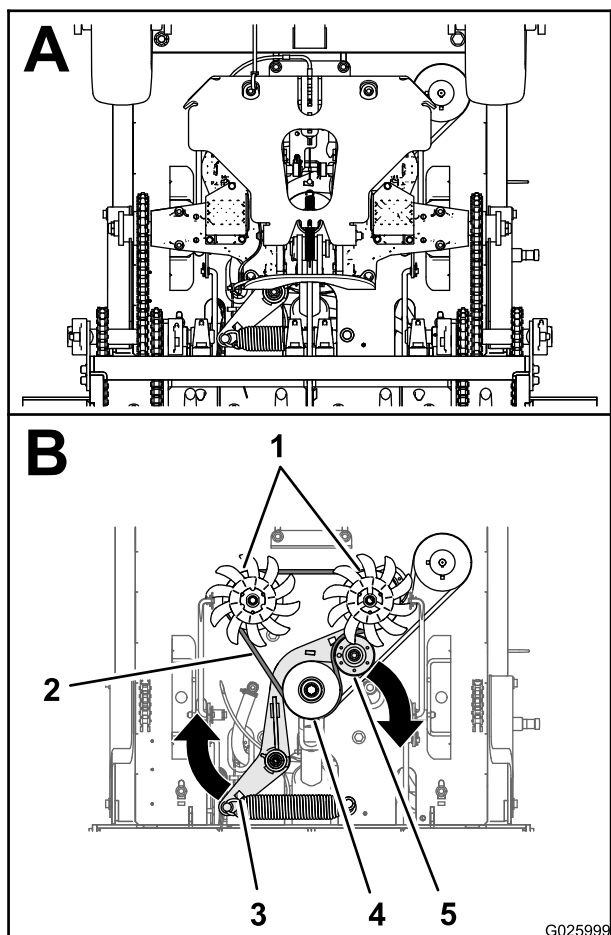

Figure 58
2. Insérez une barre de levier dans le trou du support de tension de la courroie et déplacez le support vers l'extérieur et l'avant (Figure 58).
3. Déchaussez la courroie d'entraînement de transmission des poulies du moteur, de tension et de transmission (Figure 58).
4. Acheminez la nouvelle courroie d'entraînement de transmission autour des poulies du moteur, de tension et de transmission comme montré à la Figure 58
5. Relâchez le support de tension de la courroie pour permettre au ressort de tendre la courroie (Figure 58).